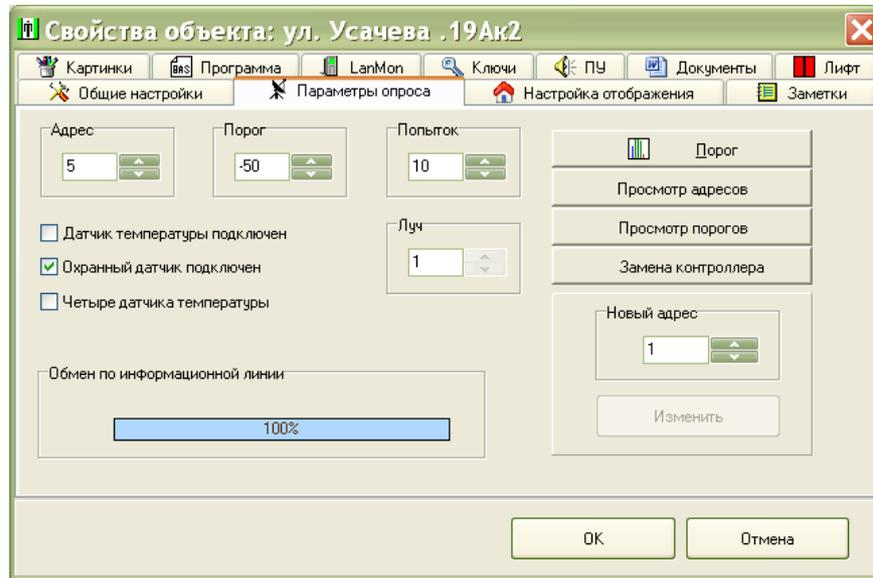
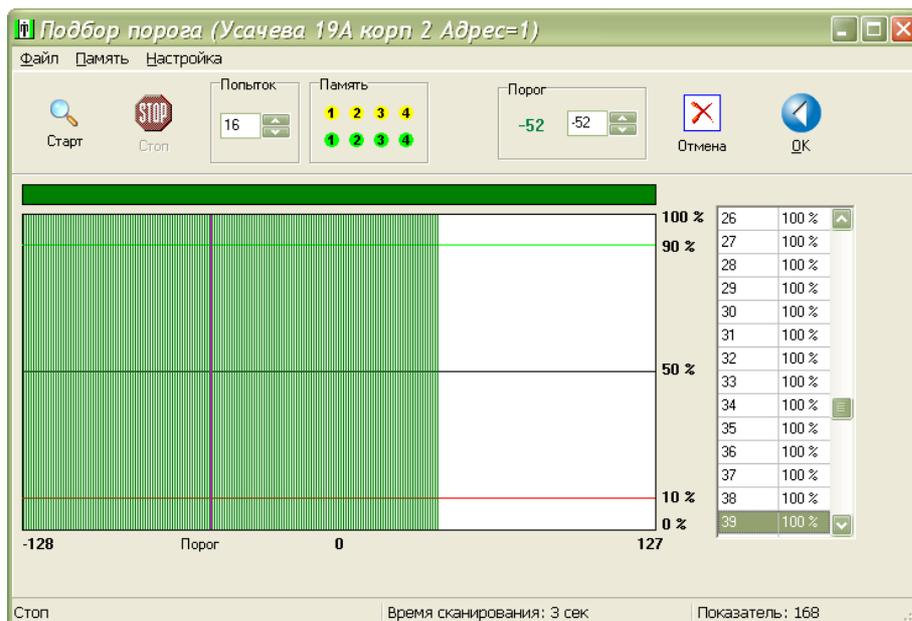

Рисунок 38
Рисунок 41
1) В контекстном меню блока БДК-4М2, БДК-3М2, БДК-2М выбрать пункт «Свойства». Открыть вкладку «Параметры опроса» (рисунок 38).
б) В окне «Свойства» на вкладке «Параметры опроса» нажать кнопку «Порог» (рисунок 38). В окне «Подбор порога» нажать кнопку «Старт» для запуска сканирования порога (рисунок 41). Дождаться завершения прохода по всем значениям порога.